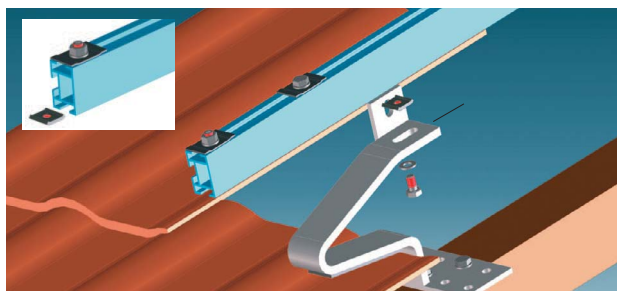

Рис. 7: Монтаж шин.
2. Монтажные шины устанавливаются на кровельные кронштейны. Монтажные шины могут крепиться на кровельные кронштейны по- выбору снизу или с боку с помощью крепежных ушек (рис. 8,9). Крепежные ушки вставляют в паз на монтажной шине (см. рис. 7).